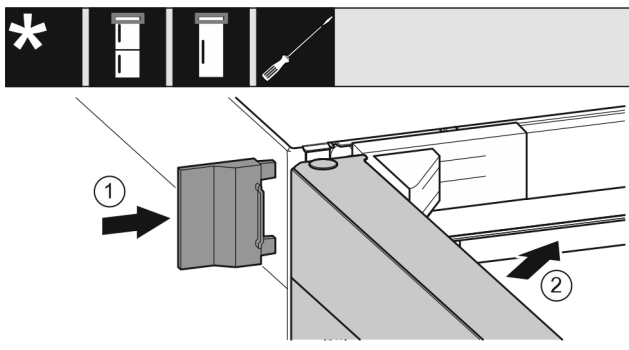

Fig. 20
- ▶ Spingere la copertura esterna. Fig. 20 (1)
- ▶ Chiudere la porta superiore. Fig. 20 (2)